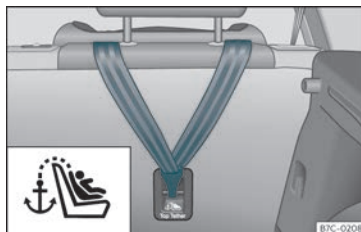

Fig. 28 Part del darrere dels seients posteriors:argolles de subjecció per al cinturó Top Tether.
- Feu lliscar la corretja i fixeu-la correctament amb l'ancoratge de la part posterior del respall >>> **fig. 28**.